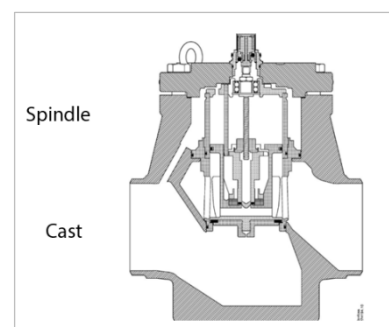

Figure 1
- Augmentant le diamètre du filetage de l'axe de 8 mm à 10 mm (voir Figure 1)
- Modifiant l'écrou, passant d'un filetage M8 à un filetage M10 (voir Figure 1)